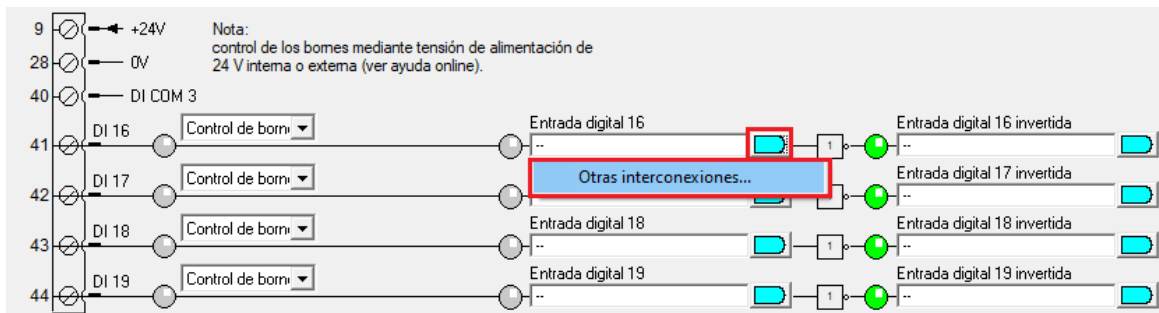

Figura 37: Configuración de entrada digital.
- Para configurar la entrada digital DI 16, hacer clic izquierdo sobre sobre el botón azul y luego hacer clic sobre **“Otras interconexiones”** (ver Figura 37).